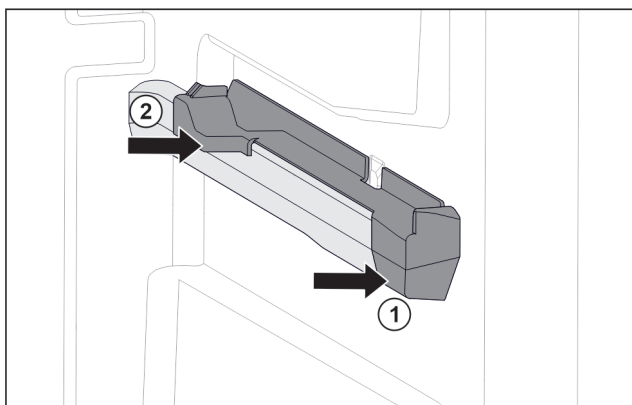

Fig. 72 Element nasadzany na prawym żebrze pojemnika
- ▶ Umieścić element nasadzany z przodu na żebrze pojemnika. Fig. 72 (1)
- ▶ Docisnąć element nasadzany z tyłu. Fig. 72 (2)